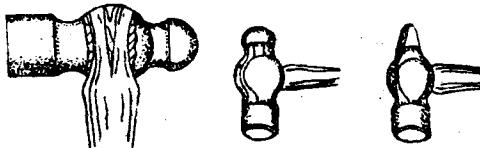

图 1-16 普通手锤
1. 种类 手锤又称榔头，根据需要又分铜锤、木锤、橡胶锤、铁锤等。汽车通常使用铁锤，有圆头、横头等几种（如图1-16），各型手锤并按重量分级。